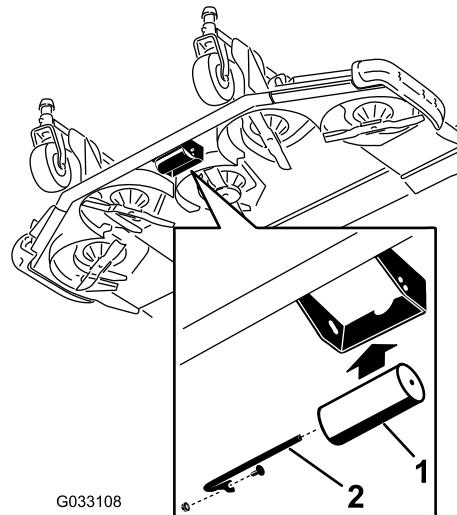

Figura 25
2. Allineate il rullo ai fori superiori e montate l'albero con la vite e il dado (Figura 25).